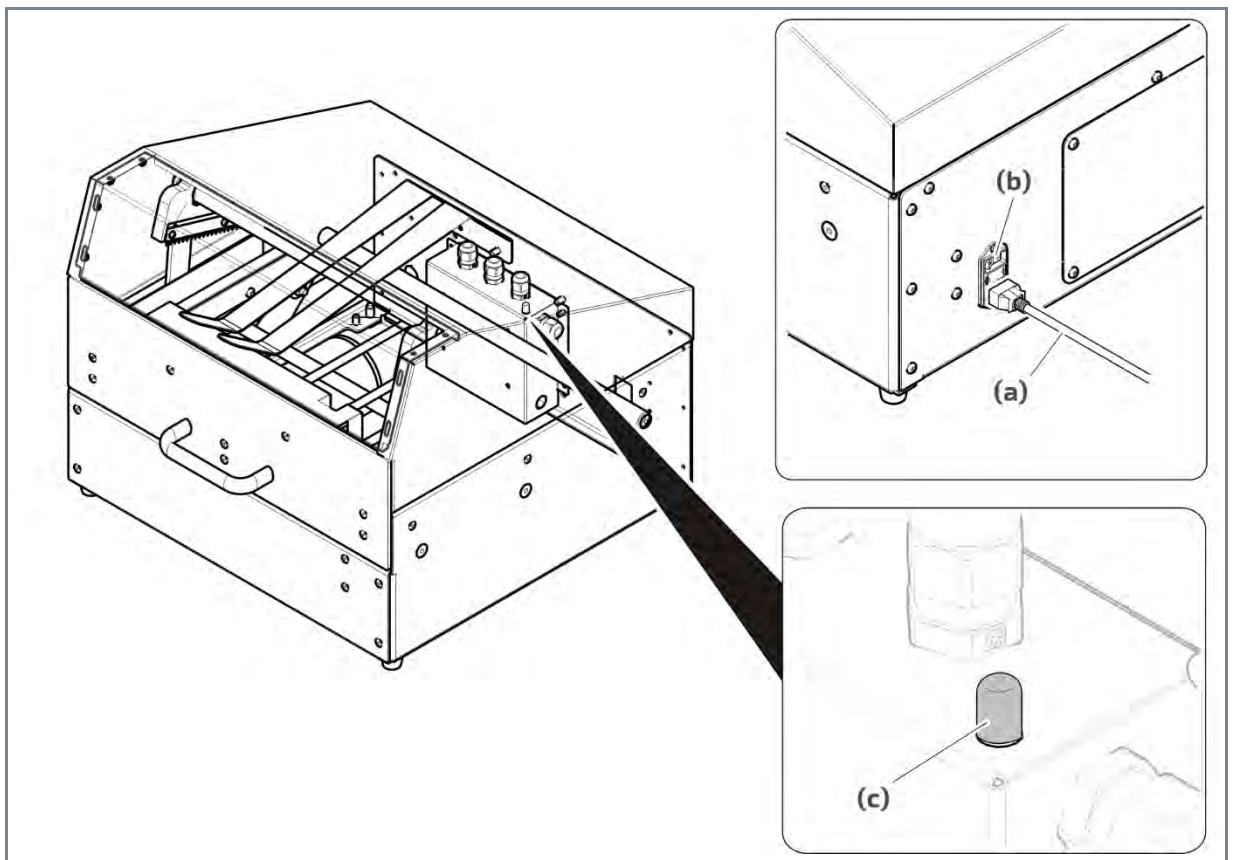

Abb. 4 Verpackungsmaschine einschalten
1. Stellen Sie sicher, dass die Netzanschlussleitung **Abb. 4 (a)** korrekt eingesteckt ist.
2. Schalten Sie den Hauptschalter **Abb. 4 (b)** an der Rückseite der Maschine auf „1“.
3. Kontrollieren Sie ob die Kontrolllampe **Abb. 4 (c)** im Innern des Gehäuses leuchtet.